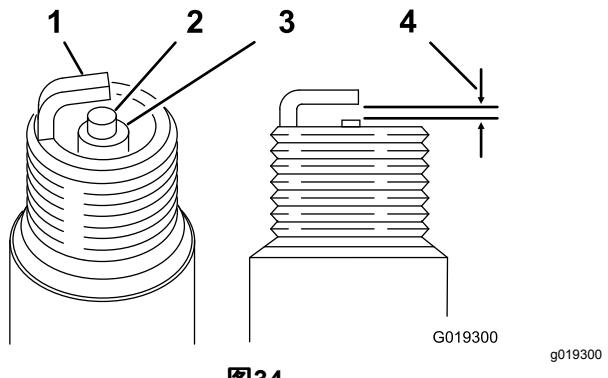

图34
**空隙** 0.70 0.80mm 请参阅 图34
3. 将空隙设定为 0.70 0.80mm (图34)。